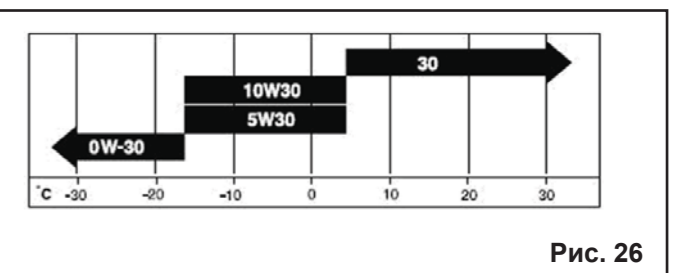

Рис. 26
**Примечание:** Для запуска двигателя и эксплуатации снегоборщника в условиях низких температур (см. диаграмму на рис.26) допускается использование синтетического моторного масла для 4-тактных двигателей вязкостью SAE 5W30.
9.3.1. Установите снегоочиститель таким образом, чтобы сливная пробка (53) для слива масла оказалась самой низкой точкой двигателя (6).